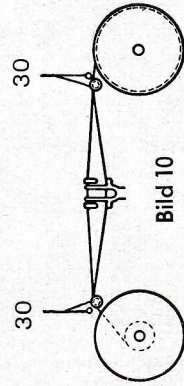

Bild 10
Das Band ist dann in die beiden Führungsrollen (30) einzulegen (siehe Bild 10). Das Einhängen des Bandes in den Farbbandheber zeigt Bild 11.